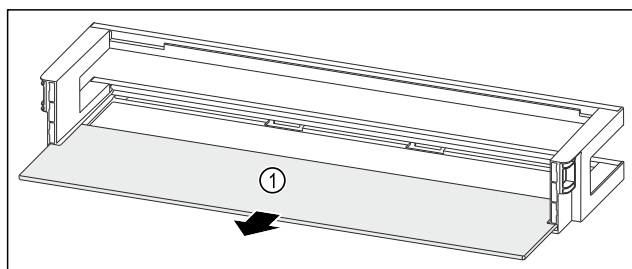

Fig. 221 Balconcino controporta con ripiano
- Rimuovere il ripiano Fig. 221 (1).